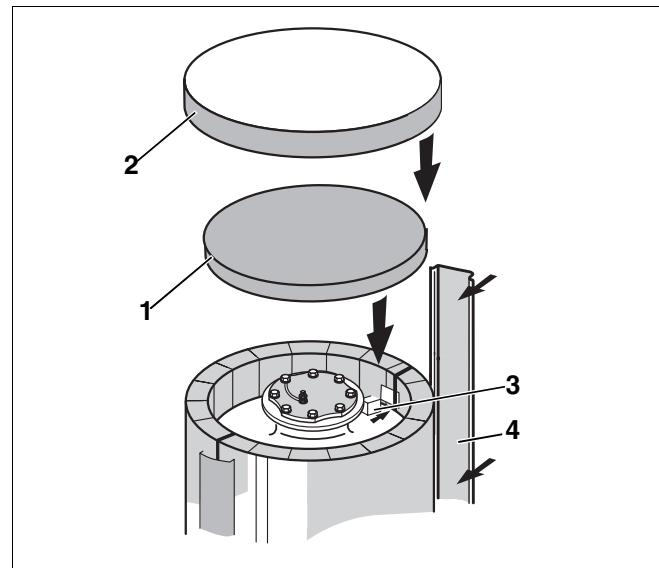

Рис. 8 Техноизоляция крышки верхнего смотрового люка
- Вставить накладную планку (рис. 8, **поз. 4**) в торцевую планку теплоизоляции.
- Изнутри в вырез вставить прямоугольные теплоизоляционные заглушки (рис. 8, **поз. 3**).
- Теплоизоляционный круг (рис. 8, **поз. 1**) положить на верхнюю крышку смотрового люка таким образом, чтобы его края совпали с краями боковой теплоизоляции.
- Надеть верхний кожух бака-накопителя (пластмассовую крышку, рис. 8, **поз. 2**) сверху теплоизоляционного круга так, чтобы в него вошли края боковой теплоизоляции.